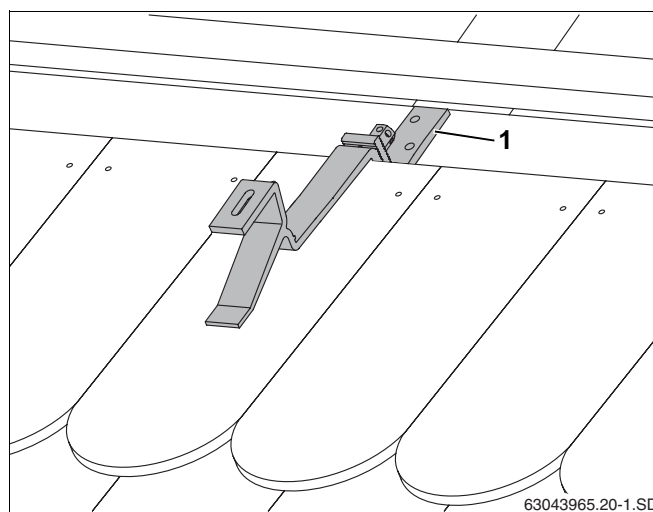

Bild 18 Monterade takhakar
- ▶ Skjut ned takhakens nedre del tills den ligger mot takstolen resp. brädan/plankan (bild 18, **pos. 1**).